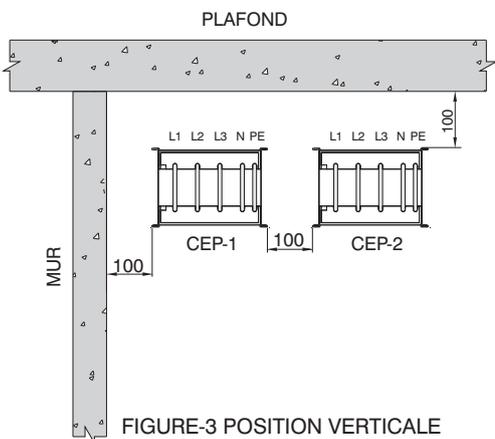

FIGURE-3 POSITION VERTICALE
- 2) Au passage de chaque étage, en utiliser un entre deux suspentes (Figure-3)